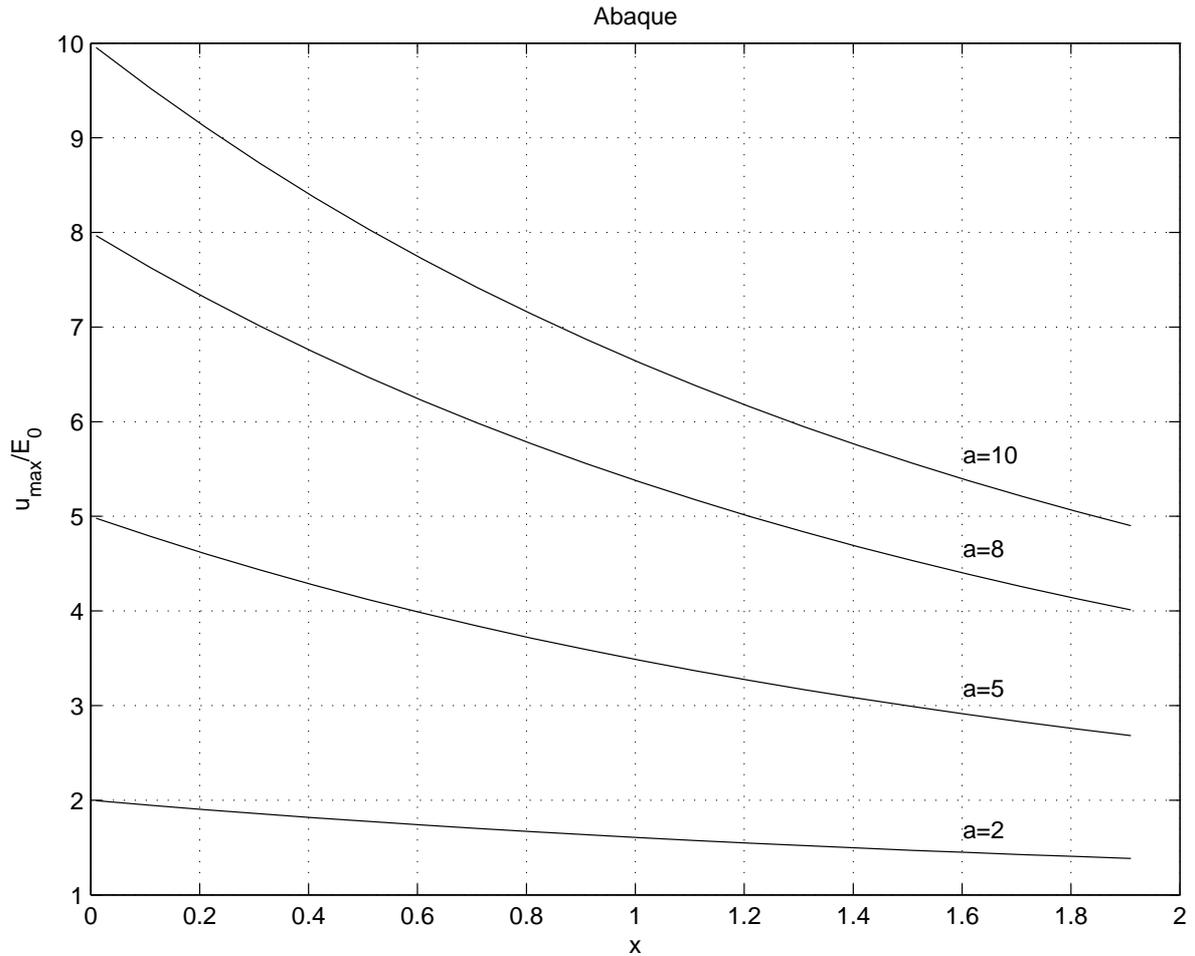

FIG. 2 – Abaque
L'abaque de la figure 2, représente la fonction :
1.9) En utilisant l'abaque de la figure 2, déterminer la fréquence d'échantillonnage maximale qui permet de satisfaire au cahier des charges.